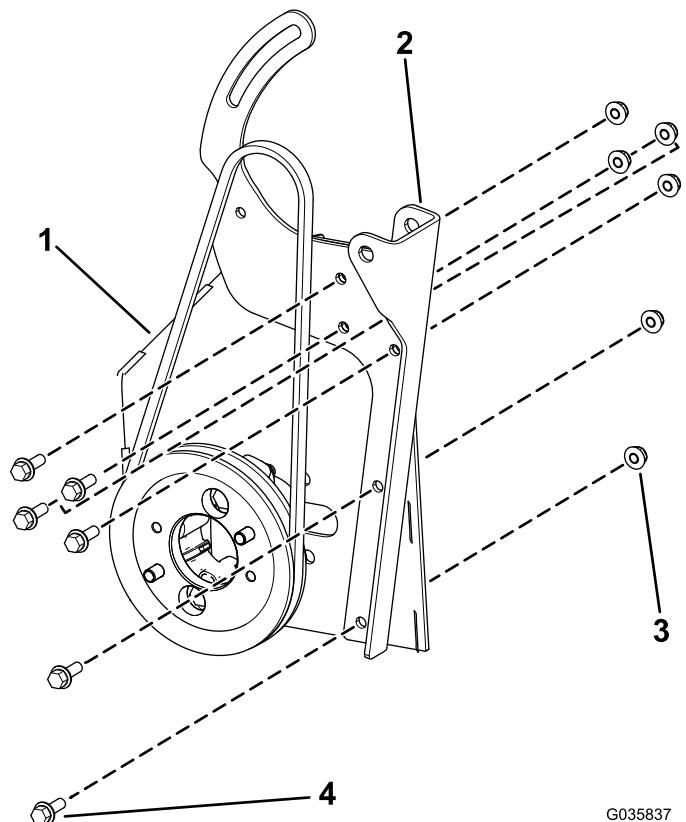

Figura 10
2. Monte el soporte del alternador en el soporte de la bomba hidráulica con los 6 tornillos de cabeza hexagonal con arandela prensada (¼" x ¾") y las 6 tuercas con arandela prensada (¼"), según se muestra en Figura 10.